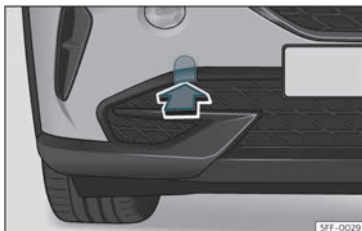

Fig. 43 A la part dreta del para-xocs davanter: retirar la tapa.
L'allotjament de l'argolla de remolc enroscable es troba al costat dret del para-xocs davanter darrere d'una tapa»» **fig. 43**.
- Traieu la tapa fent-hi pressió a la zona inferior i deixeu-la penjant del vehicle»» **fig. 43**.